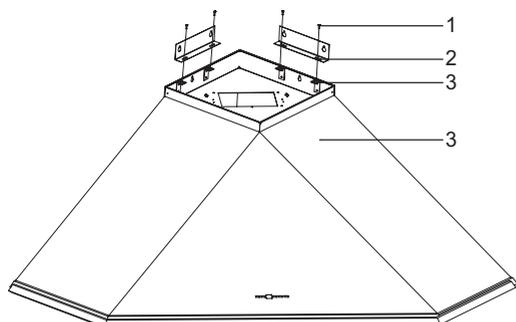

Fig. 11
■ Collegare le piastre di sospensione (2), fornite in dotazione nel kit di montaggio del prodotto, tramite le viti di collegamento della piastra di sospensione (1), al componente di montaggio della piastra di sospensione (3) posto sul corpo del prodotto (Fig. 11).